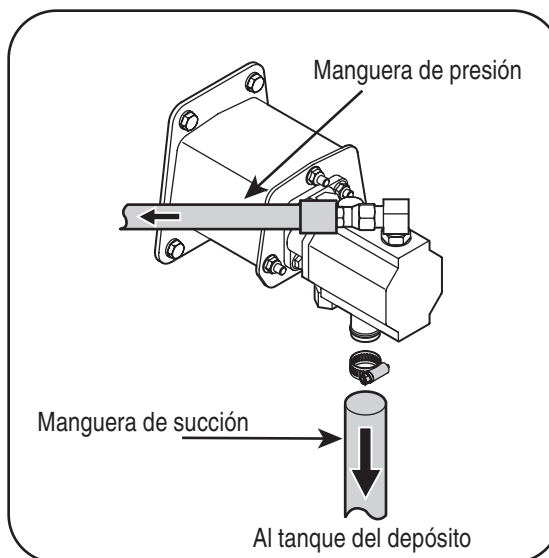

Figura 3-9
3. Acople el extremo de la manguera de succión al accesorio en la parte inferior de la bomba. Vea la Figura 3-9.
2. Asegure la manguera de presión al adaptador en la parte superior de la bomba. Vea la Figura 3-9.